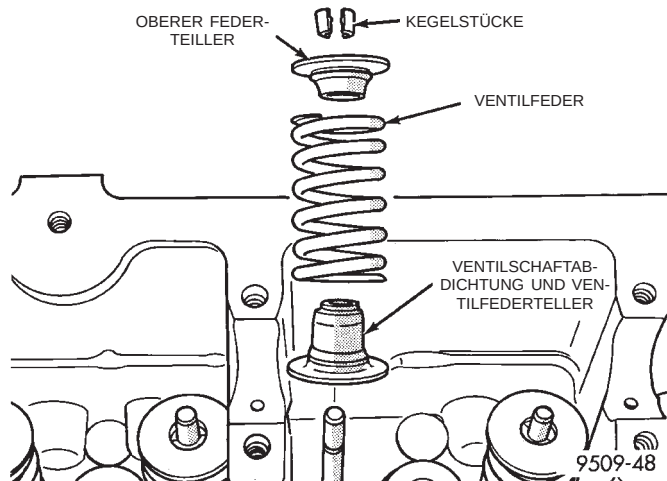

Abb. 44 Ventilschaftabdichtung/Federteller
(1) Ventilschaftabdichtung/Federteller einbauen (Abb. 44). Die Baugruppe nach unten drücken, bis sie richtig in der Ventilfehrung sitzt.